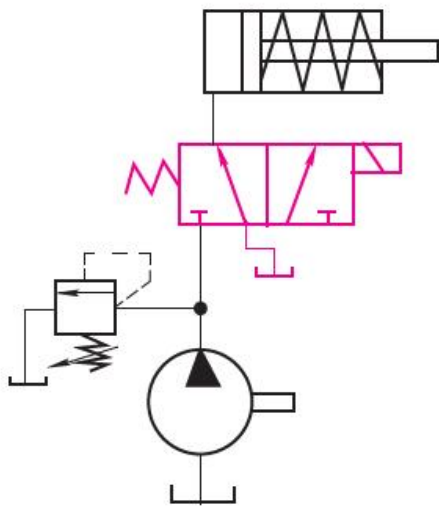
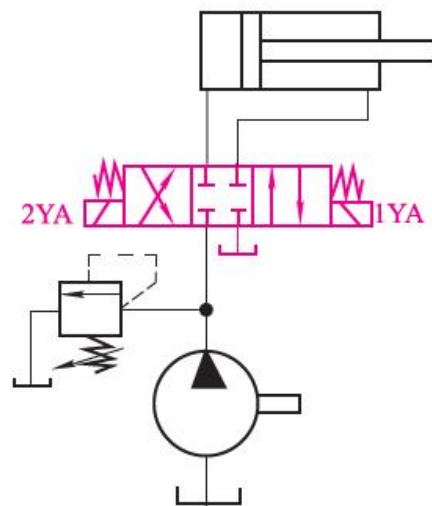

图 6-1 单作用液压缸换向回路
图 6-2 双作用液压缸换向回路
**结构与原理：**通过三位四通换向阀控制液压缸或马达的启停与换向（图 6-1、图 6-2 解析）。